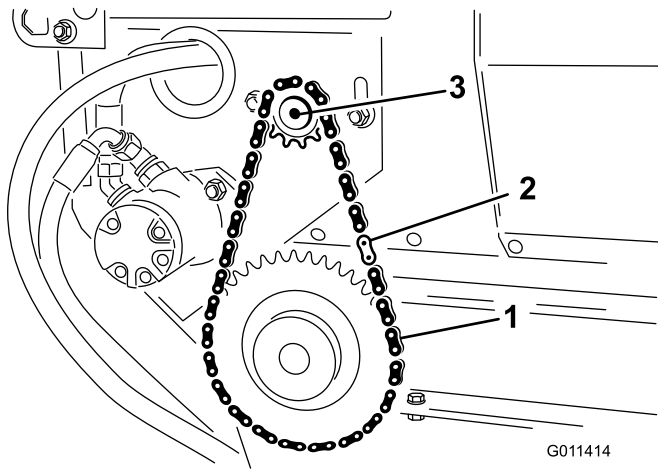

Figure 30
2. Retirez le maillon de fermeture de la chaîne et déposez la chaîne du petit pignon (Figure 30).